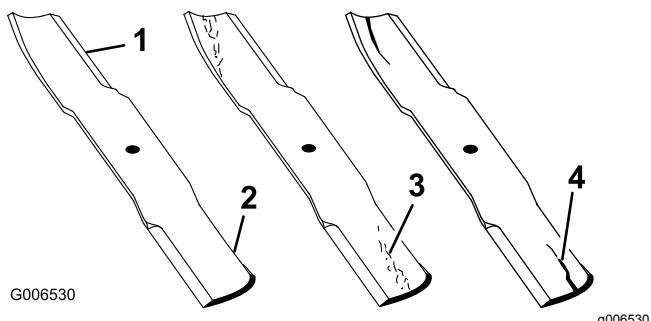

Figura 53
1. Inspecione los filos de corte (Figura 53).
2. Inspecione las cuchillas, especialmente la parte curva (Figura 53).
**Nota:** Si observa daños, desgaste o la formación de una ranura en esta zona (Figura 53, 3 y 4), instale inmediatamente una cuchilla nueva.